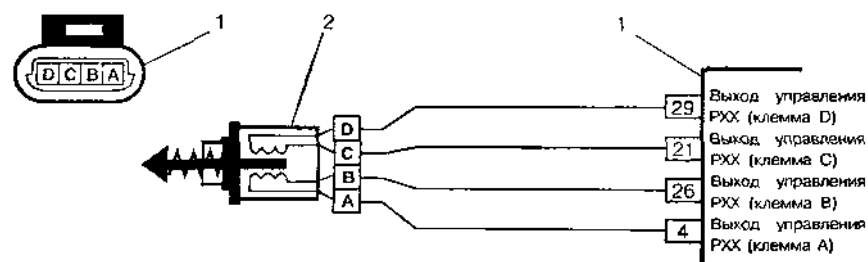

Рис. 3.3.8. Схема проверки цепи управления регулятором холостого хода:
3.3.9. Неисправность цепи управления регулятором холостого хода (рис. 3.3.8)